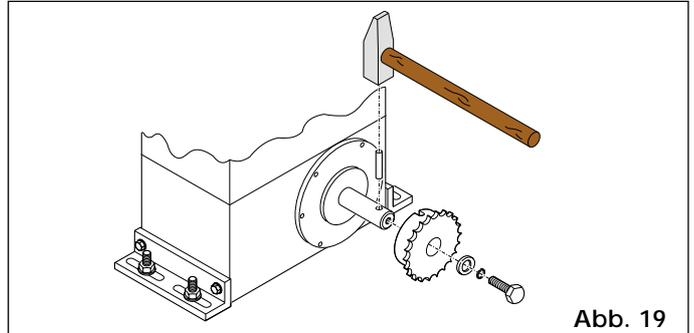

Abb. 19
4.5.1. MOD. 844MC CAT (Abb. 19 - 20)